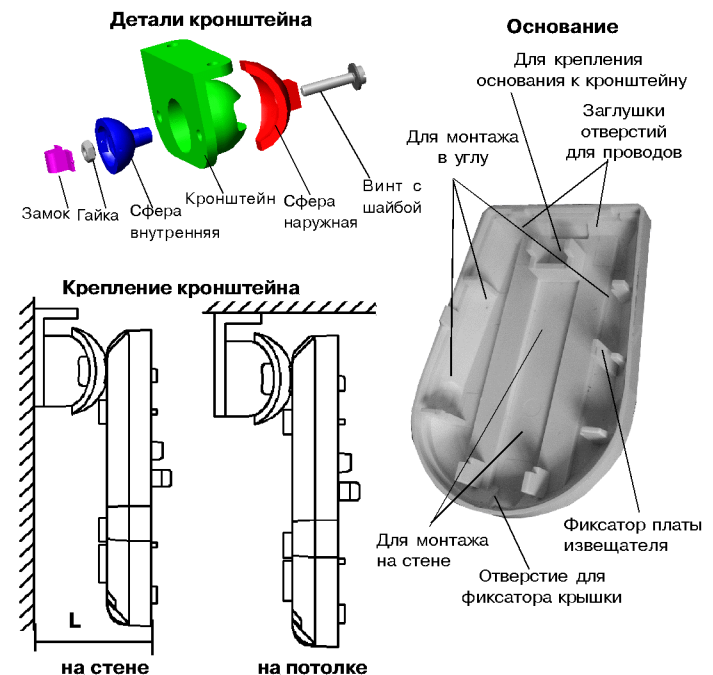

Рис. 2 – Основание извещателя и кронштейн
- снимите крышку извещателя, отжав при помощи отвертки фиксатор крышки через отверстие, расположенное в нижней части основания извещателя (рис. 2).
- просверлите в основании извещателя отверстия (см.рис.2), которые будут использоваться для прокладки проводов и крепления извещателя;
1. После закрепления извещателя на кронштейне повернуть корпус извещателя в вертикальной плоскости, в соответствии с выбранной высотой установки, отмерив расстояние (L) от стены до края основания при снятой крышке (рис.2, таблица 2).